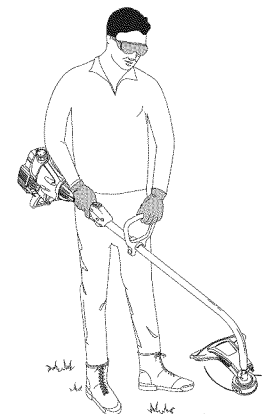

Fig. 8
4. Mientras sostiene la unidad en posición de operación (Fig. 8), coloque la manija en D en el lugar que le brinde el mejor agarre.
Antes de operar esta unidad, párese en posición de operación (Fig. 8). Verifique lo siguiente: